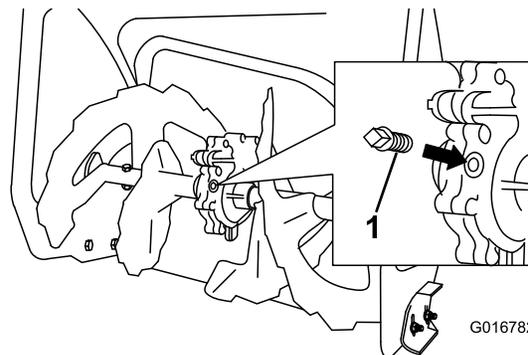

Figure 44
2. Nettoyez la surface autour du bouchon de tuyau (Figure 44).